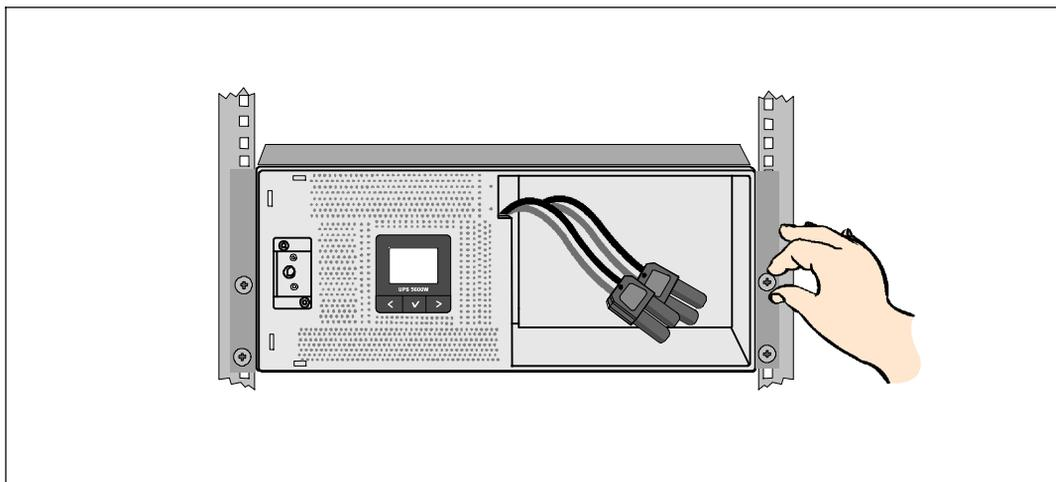

图 11. 固定机箱
- 7 用固定架上的四个翼形螺钉将机箱前端固定到机架上(参见图 11)。用手拧紧；不要使用电动工具。对其余机箱重复以上步骤。